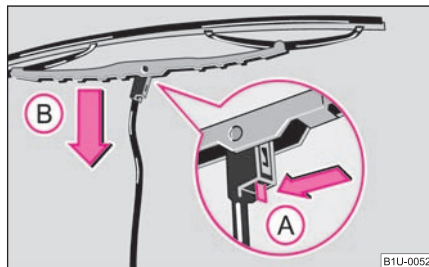

Fig. 51 Lamela ștergătorului de parbriz
- Apăsăți arcul de siguranță în sensul săgeții (A) și apăsați concomitent lamela spre parbriz (B) - atenție! pericol de spargere a parbrizului. ⇒ pagina 53, fig. 51 ⇒ ⚠.